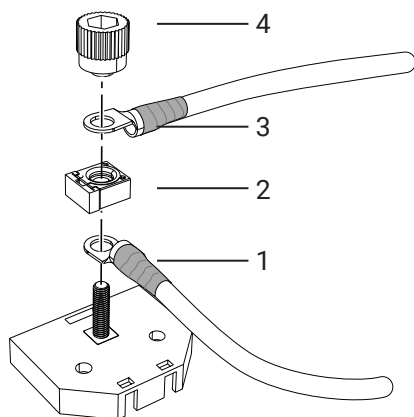
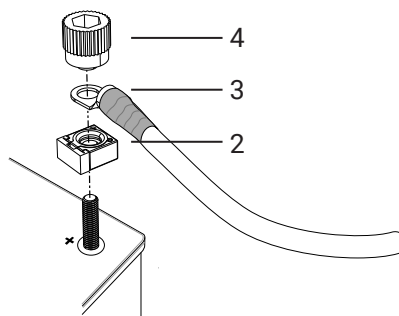

Bild 71. Inkoppling till säkringslåda
Bild 72. Inkoppling till batteriets plus-pol
2. Säkerställ att hyttströmbrytaren (CS) i förekommande fall står i läge "Av".
3. Vid användning av säkringslåda, anslut kabeln (1) till batteriets pluspol och till säkringslådan och placera där säkringen (2) ovanpå, se Bild 71.
4. Vid anslutning direkt till batteriets plus-pol, placera säkringen (2) på plus-polen, se Bild 72.
5. Anslut huvudströmkabeln (3) till säkringslådan/plus-polen, se Bild 71 - Bild 72.